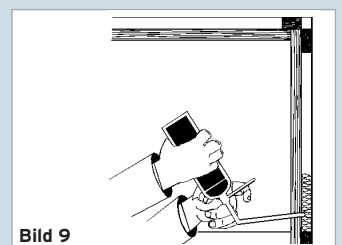

Bild 9
6. Den verkeilten und verspreizten Stock seitlich an 3 Punkten einschäumen (Bild 9, 10 und 11). Mehrflügelige oder geschoßhohe Zargen sind mit entsprechend mehr Schaumpunkten zu versehen.
① Beim Einschäumen Gebrauchsanweisung des PU-Schaumherstellers beachten!
① Die Zierverkleidung deckt die Mauerfuge ab und dient weiter zum Ausgleich möglicher Toleranzen des Mauerwerkes, somit ist eine Parallelität oftmals nicht gegeben.